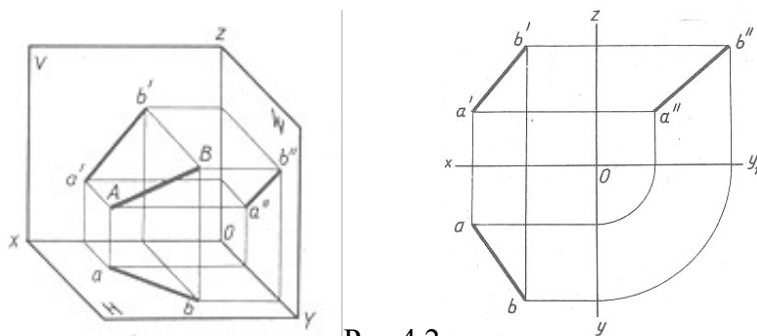

Рис.4.2
2. По заданным в табл. 4.2 координатам построить наглядное изображение отрезка прямой AB, CD и MN и эпюр (рис.4.2).